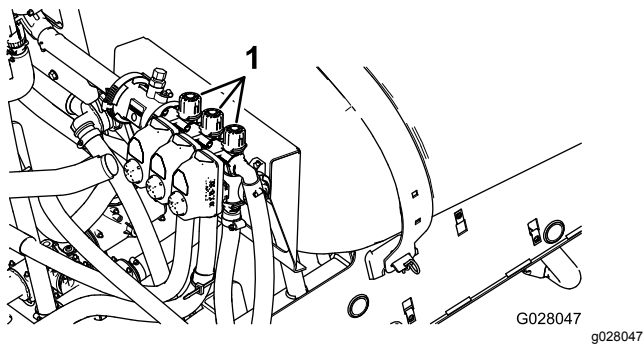

Bild 86
2. Stellen Sie den linken Abschnittsschalter aus und das Auslegersicherheitsventil (**Bild 86**) ein,
4. Stellen Sie das rechte Abschnittssicherheitsventil (**Bild 86**) ein, bis der Druck am vorher angepassten Niveau (normalerweise 2,76 bar) liegt.
6. Stellen Sie das mittlere Abschnittssicherheitsventil (**Bild 86**) ein, bis der Druck am vorher angepassten Niveau (normalerweise 2,76 bar) liegt.